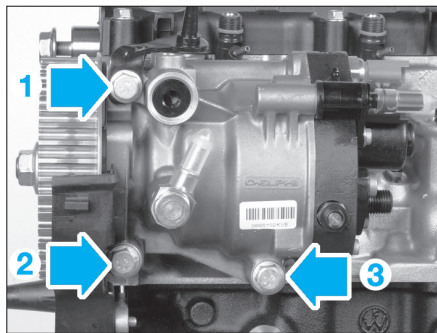

Fig. 54
- Serrer à 2,1 daN.m les vis de fixation de la pompe haute pression sur la culasse en respectant l'ordre préconisé (Fig.54).